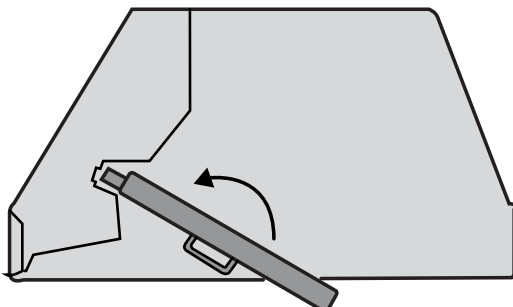

Figure 10
- Inclinez et insérez une extrémité d'un des filtres dans le montant supérieur de la hotte de cuisine (voir la figure 10).